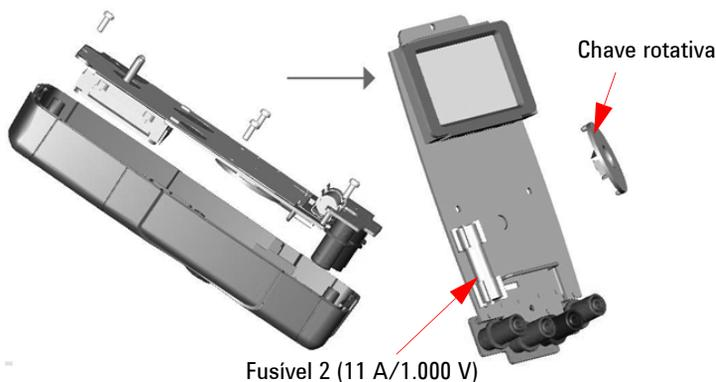

Figura 4-3 Troca do fusível 2
- 5 Se você quiser trocar um fusível 2 com defeito, remova antes o Fusível 1 para então retirar o Fusível 2. Afrouxe os quatro parafusos (como mostrado na Figura 4-3) para levantar e remover a placa de circuito da parte superior da caixa.
- 6 Remova o fusível 2 com defeito cuidadosamente, puxando uma das extremidades e removendo-o do respectivo suporte; observe a Figura 4-3.